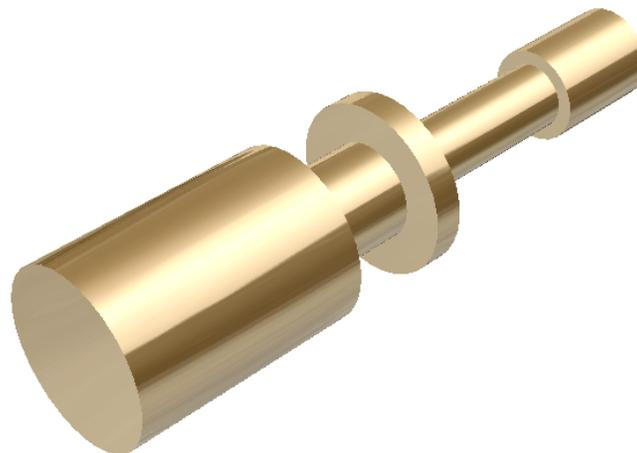

Figura 2.75 Sombreado resaltado.
- De la Barra de Herramientas Vista seleccionar Sombreado Resaltado , aparece el modelo con perspectiva y reflejos que se ven en la superficie que dan una apariencia muy realista, esto es más evidente al girar el modelo usando el botón central del ratón (Figura 2.75).